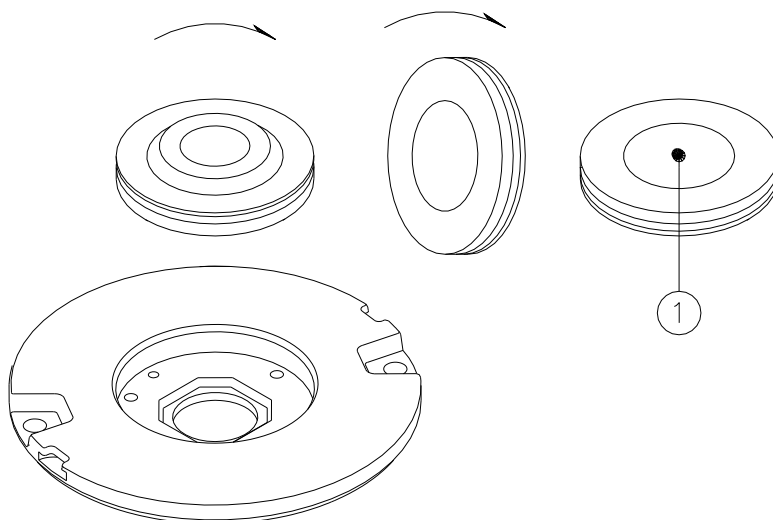

Figura 21 – Superficie della lente da pulire
- ruotare l'anello in alluminio sottosopra come mostrato in Figura 21 e pulire la superficie della lente (Figura 21 - n° 1) con prodotto non abrasivo